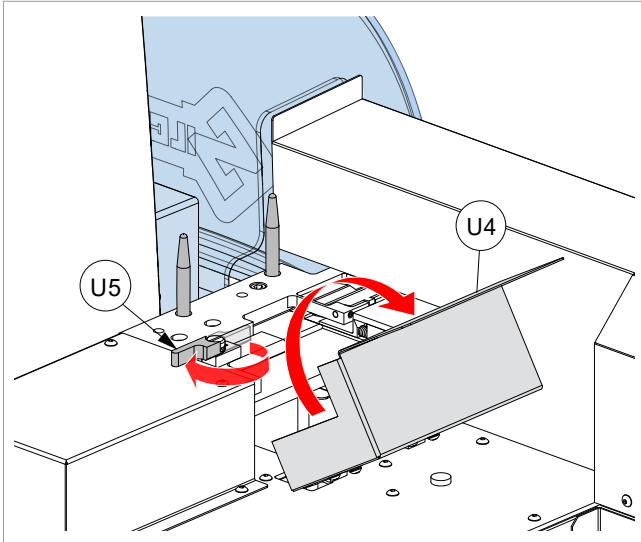

Bild 93
- 1) Die Abdeckung (U4) aufklappen (Bild 93).
- 2) Den Hebel (U5) komplett drehen (Bild 93).